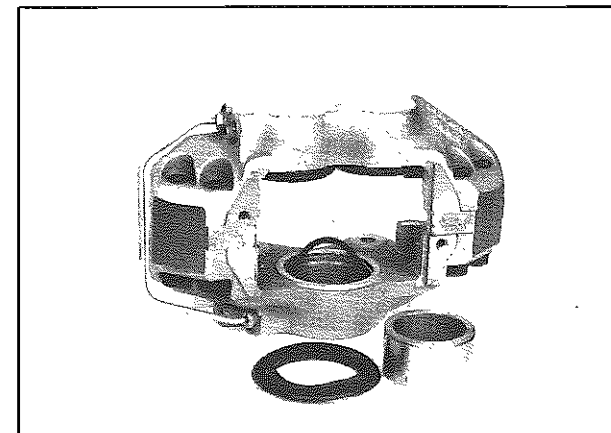

Fig. 11 - Montare nuove guarnizioni
- Montare nuove guarnizioni sui cilindri (**Fig. 11**): Ungere guarnizione, parapolvere, pistoni e cilindri con olio per freni.
- Fit new gaskets on cylinders (**Fig. 11**):